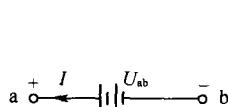

图 1-7 电压源元件中的关联参考方向
② 当独立电压源为电路供能时，流过它的电流与其两端的电压实际上总为相反方向，因此，其功率  $P(t) = u(t) \cdot i(t) < 0$ ，而此时独立电源为产生电能的元件。那么在电压、电流方向取为关联方向时，如图 1-7 所示，如果计算得出的功率值小于零，则说明该电路部分发出功率，电路部分产生电能。